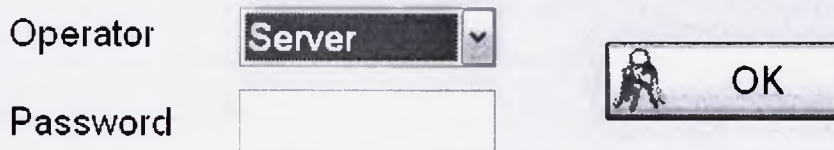

Рисунок 5.
- Запустите операционную систему, появится окно с логином пользователя, смотрите рисунок 5